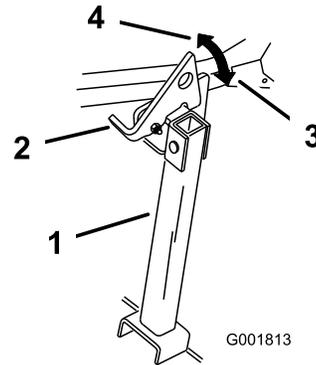

Bild 45
2. Heben Sie den Riegel in die entsicherte Stellung an (Bild 45).